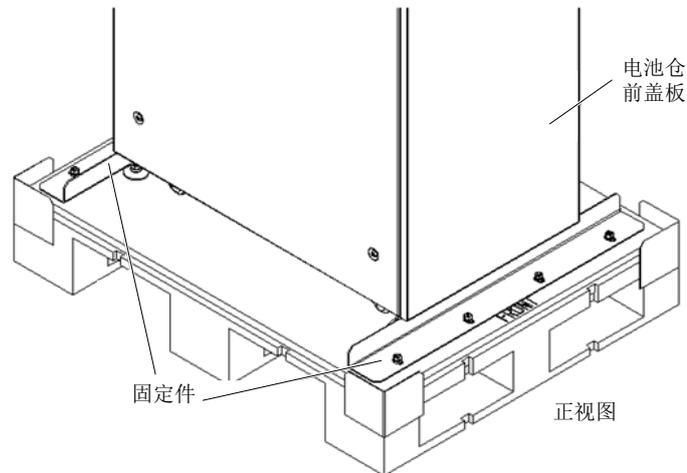

图2-4 拆除螺钉及固定件
3. 如图 2-4 所示，打开内置电池仓前盖板，将机柜正面底部的螺钉及固定件拆除。然后将机柜背面底部的螺钉及固定件拆除。以 30kVA~40kVA 为例。